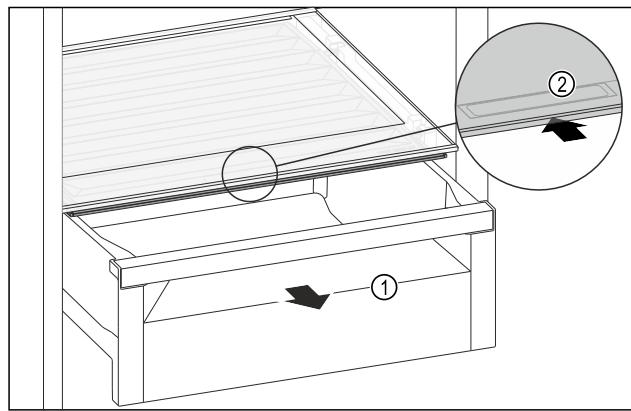

Fig. 107
- Schubfach Fig. 107 (1) herausziehen.
- Griffmulde Fig. 107 (2) am Fachdeckel anfassen und Fachdeckel gleichzeitig nach hinten schieben.